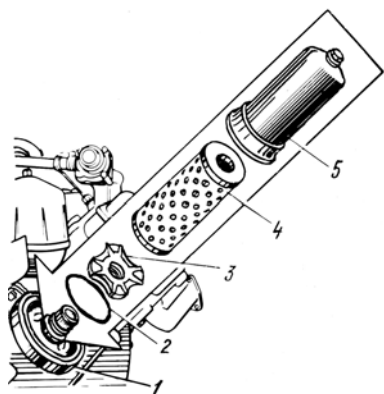

Рис. 20. Масляный фильтр:
2. Отвернуть полностью и снять колпак 5 (рис. 20) фильтра.